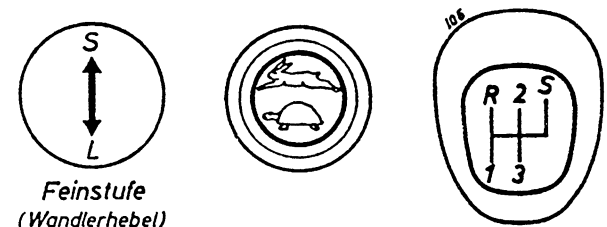

Abb. 7
a) Wandlerstufen (Feinstufenschaltung) Schaltstellungen (Abb.7 und 7a, links bzw. L/4)
Gruppenschalthebel (Abb. 7, Mitte) hinten (Symbol „Schildkröte“)
Gruppenschalthebel (Abb. 7, Mitte) nur bei stehendem Schlepper und durchgetretenem Kupplungspedal betätigen. Er läßt sich nur schalten, wenn Gangschalthebel (Abb. 7, rechts) in Nullstellung. Gruppenschalthebel jeweils voll einschalten!
Der serienmäßig eingebaute, übergeordnete Schnellgang (Schaltstellung „S“, Abb. 7 bzw. 7a, rechts) erhöht Fahrgeschwindigkeit der Normalgänge nicht.
2-Hebel-Schaltung (Abb. 7)